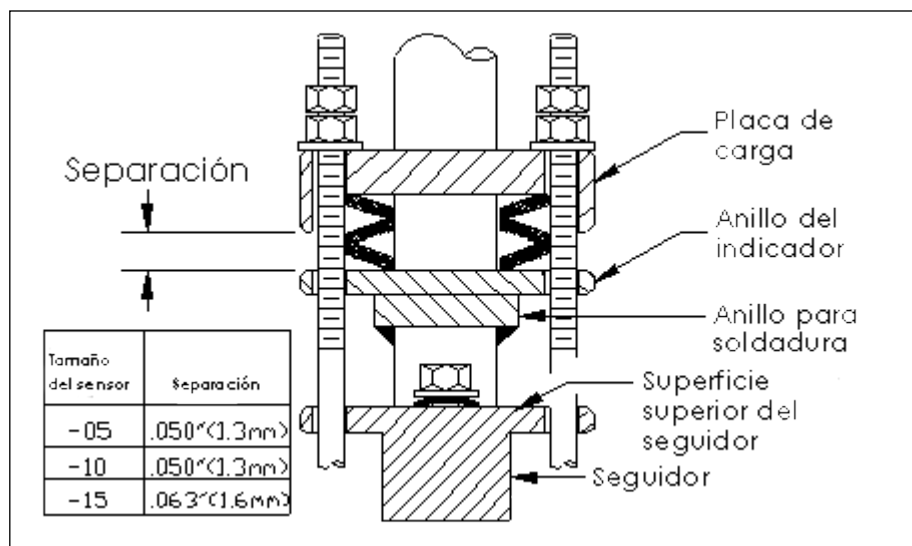

Figura 6. Compresión adecuada del resorte
- Coloque las tres arandelas de presión y las tres tuercas de carga en los pernos y ajuste. Ajuste las tuercas de carga hasta que la placa de carga se encuentre a 0.050 pulg. (1.3 mm) del anillo del indicador para los sensores -05 y -10. Para los sensores -15, la placa de carga debe estar a 0.063 pulg. (1.6 mm) del anillo del indicador (figura 6). En el caso de los sensores -05, se deben ajustar todas las tuercas de carga hasta que la placa de carga toque apenas el anillo del indicador y luego aflojarlas un giro completo. En el caso de los sensores -10 y -15, se deben ajustar todas las tuercas de carga hasta que la placa de carga toque apenas el anillo del indicador y luego aflojarlas 3/4 de giro. Ahora los resortes de carga están instalados correctamente.
- Nota: La soldadura del anillo para soldadura (figura 6) no debe estar en contacto con la superficie superior del seguidor. Si esta soldadura entra en contacto con el seguidor, el sensor no llegará correctamente hasta el fondo de la tubería. Si esto ocurre, comuníquese con la fábrica antes de continuar.